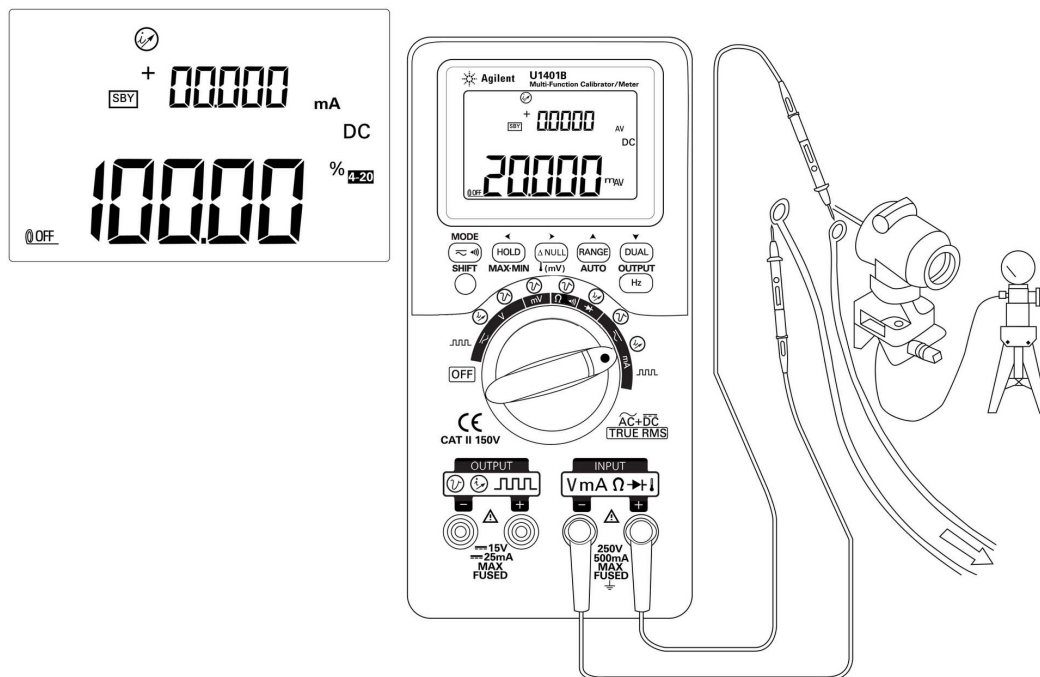

Figure 3-3 Mesure d'un courant continu (mA)
- 4 Sondez les points de test en série avec le circuit et lisez les résultats (voir Figure 3-3).
- 5 Sondez les points de test en série avec le circuit et lisez l'affichage. La Figure 3-3 indique une échelle de pourcentage. Elle représente 20 mA dans la plage comprise entre 4 mA et 20 mA.